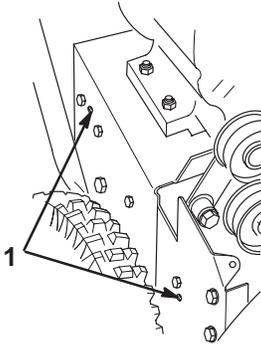

Bild 28
18. Bringen Sie die beiden Schrauben an, mit denen das Schneckenbremselement befestigt wird. Achten Sie darauf, dass die Ansätze in die Löcher auf der linken Seite der Schneefräse kommen (Bild 28).
14. Bringen Sie die beiden Schrauben an, mit denen das Schneckenbremsarmelement befestigt wird. Achten Sie darauf, dass die Ansätze in die Löcher auf der rechten Seite der Schneefräse kommen (Bild 28).